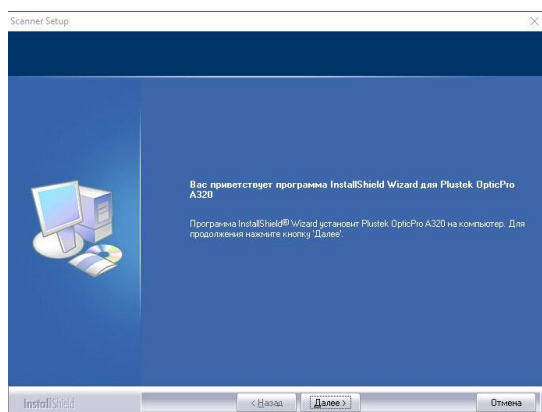

Рисунок 4.
2. В следующем окне нажимаем «Далее». (Рисунок 4)